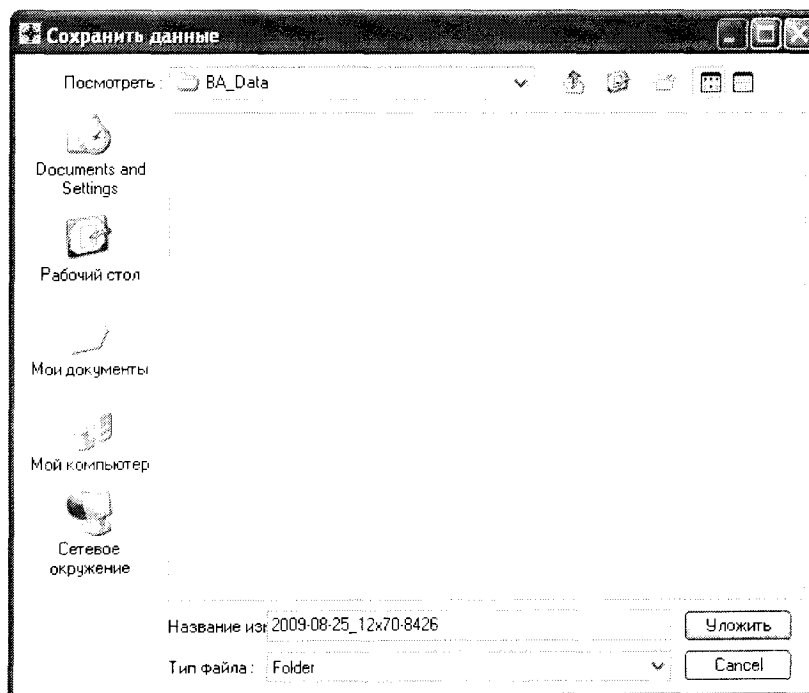

Рис. 4 Панель «Сохранить данные»
7.3.4.22 Закрывать панель «Баллистический анализатор», нажатием кнопки  в панели «Баллистический анализатор» (красная кнопка в правом верхнем углу панели). Отобразится панель «Сохранить данные», смотри Рис. 4